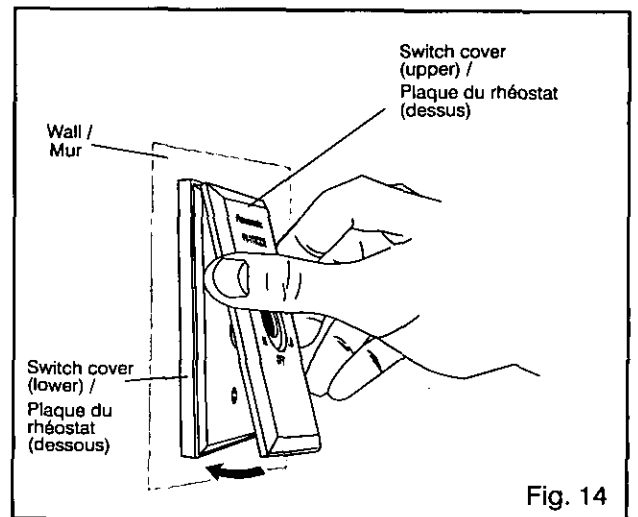

Fig. 14
12. Hang and secure the switch cover (upper) onto the switch cover (lower). (Fig. 14)
12. Apposez et fixez la plaque de dessus du rhéostat sur la plaque de dessous. (Fig. 14)